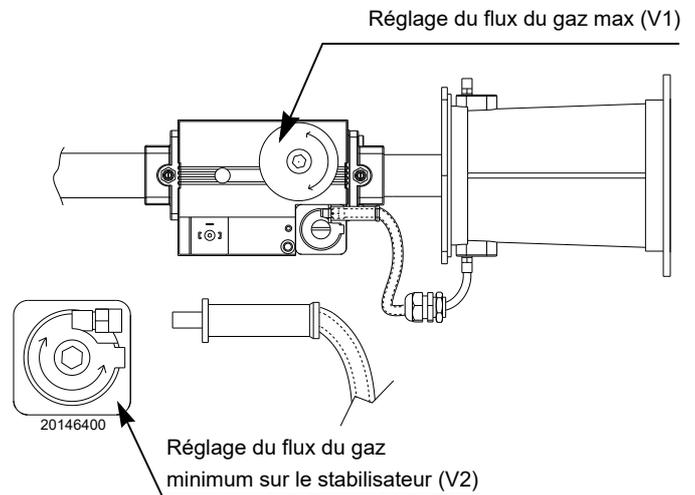

Fig. 31
- pour augmenter le débit du gaz et la CO₂ : tourner la vis V1 vers le signe « + » (Fig. 31);
- pour réduire le débit de gaz et le CO₂ : tourner la vis V1 vers le signe « - » (Fig. 31).
- pour augmenter le débit du gaz et la CO₂ : tourner la vis V2 vers le signe « + » (Fig. 31) ;
- pour réduire le débit de gaz et le CO₂: tourner la vis V2 vers le signe « - » (Fig. 31).